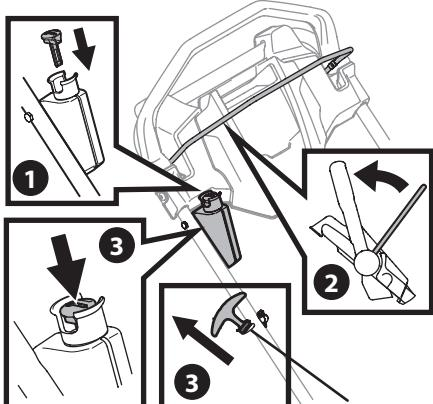

Figura 6
- Colóquese detrás de la cortadora, tire del control de cuchilla hacia atrás contra el control de transmisión (Figura 6).
- Arrancador de Retroceso:** Mientras sostiene juntos los controles de cuchilla y transmisión con firmeza, tire de la manija del arrancador de retroceso ligeramente hasta sentir resistencia, luego tire rápidamente para vencer la compresión y evitar el rebote, y encienda el motor. Repita la operación si fuera necesario (Figura 6).
- Arrancador Eléctrico (si se incluye):** Oprima el botón del arrancador eléctrico para encender el motor (Figura 6).